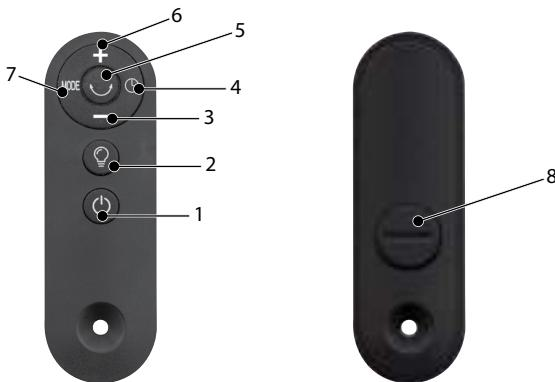

Рис. 5
- Для удобства использования тепловентилятор DTFC-2000 поставляется в комплекте с пультом (рис. 5).